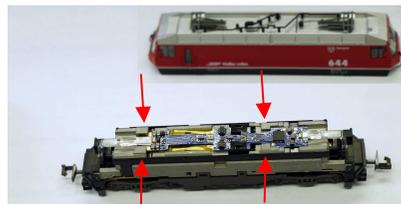

Abb.6
2. Heben sie nun mit einer Pinzette die Platine aus der mittigen Verankerung heraus und beachten Sie dabei die genaue (← Abb.6) Positionierung der Platine für den späteren Einbau des neuen Decoders